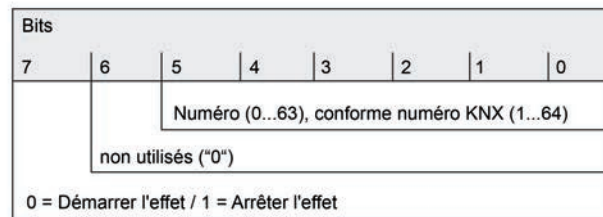

Figure 58: Structure de la valeur d'objet pour le poste auxiliaire d'effet
La structure de la valeur de télégramme pour le poste auxiliaire d'effet s'oriente sur le KNX DPT 18.001, qui est également utilisé pour le poste auxiliaire de scène (figure 58).
- i** Il convient de noter que la valeur d'objet de l'entrée de poste auxiliaire selon KNX DPT 18.001 est toujours inférieure de « 1 » par rapport au numéro KNX paramétré (figure 58).